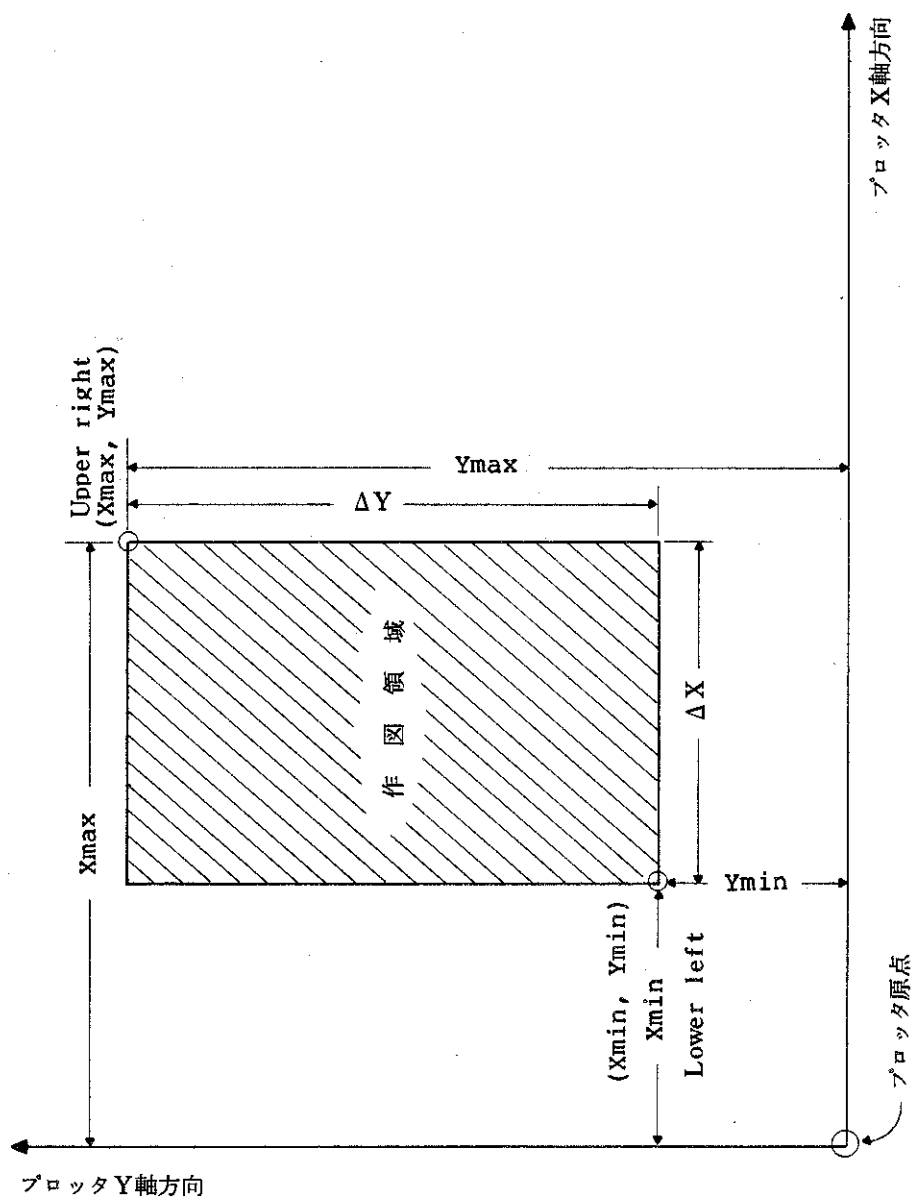

図 6-12 “PLOT SIZE” 設定による作図領域
電源投入時、各値はTR9834R/9831 A4サイズに設定されています。Lower LeftおよびUpper Rightを設定しますと作図領域は〔図6-12〕のようになります。
〔図 6-12〕に示しますように、(Xmin, Ymin), (Xmin, Ymax), (Xmax, Ymax), (Xmax, Ymin) の 4 点で囲まれた範囲にスケールされることになります。(単位は mm)
- (2) HP-GL プロッタで作図中、**EXECUTE** スイッチを押して作図を中止したときにプロッタ側でエラー・ランプが点灯することがありますが、次回からの作図には影響ありません。
- (3) “**PLOT ANGLE**” が “**NORMAL**” に設定されているとき、[図 6-12] における $\Delta Y/\Delta X$ の値が A 4 サイズの比と等しいとき、すなわち